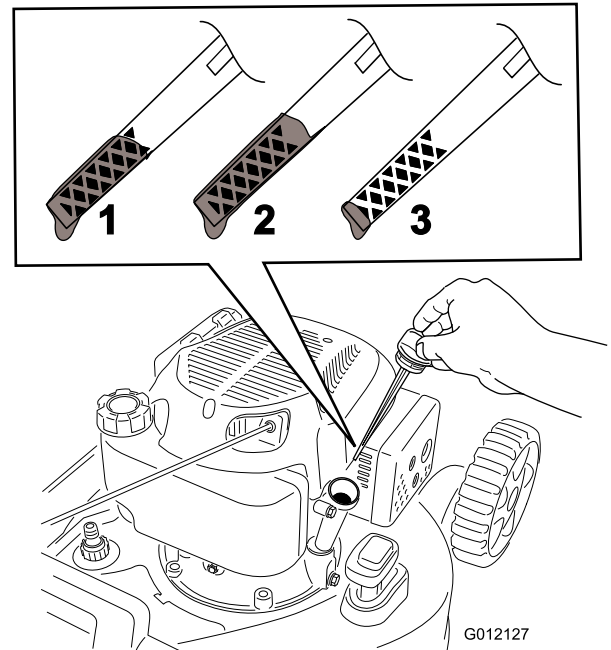

Figure 11
2. Retirez la jauge (Figure 11).
5. Sortez de nouveau la jauge et vérifiez le niveau d'huile (Figure 11).